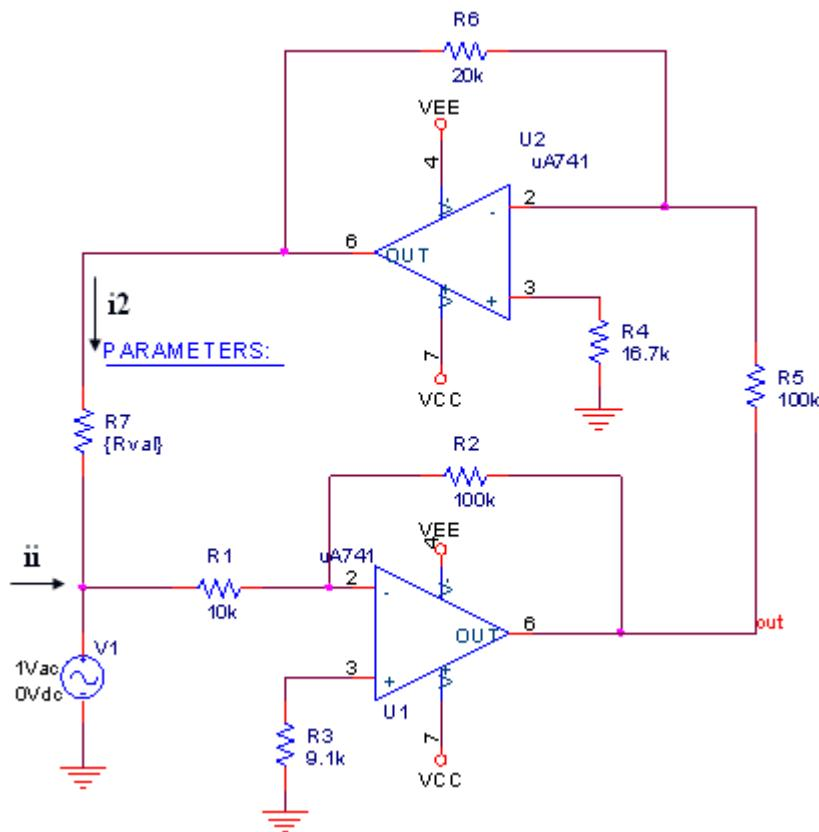

图 8.1.3 高输入电阻反相电压放大电路
- (1) 求电阻 R_4 为多少时，电路的放大倍数为 100 倍。
- (2) 若用 R_2 代替 T 型网络，当放大倍数为 100 时， $R_2=?$
8.1.3 图 8.1.3 是采用自举扩展原理组成的高输入电阻反相电压放大电路，运放 U1 组成反相比例运算电路，U2 为辅助放大电路，它在电路内部提供部分信号电流 (i_2)，以减少输入电流 i_i ，提高输入电阻 R_i 。试计算电阻 R_7 开路和分别为 $15\text{K}\Omega$ 、 $12\text{K}\Omega$ 、 $11\text{K}\Omega$ 、 $10.5\text{K}\Omega$ 时的电压增益 $A_{vf} = v_o / v_i$ 及输入电阻 $R_i = v_i / i_i$ 。若 $R_7=10\text{K}\Omega$ 和小于 $10\text{K}\Omega$ 会发生什么现象？(ti8_2_2)